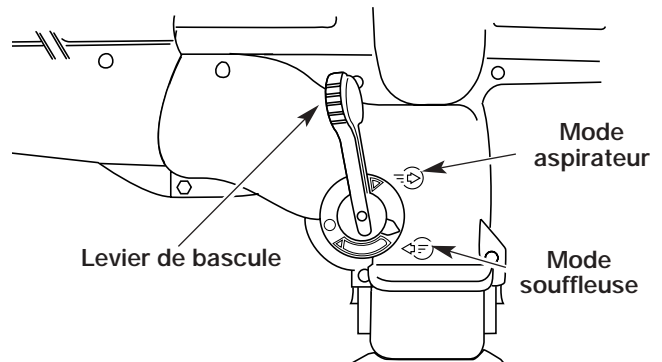

Fig. 13
2. Relevez le levier de bascule des modes souffeuse/aspirateur (mode souffeuse) (Fig. 13).